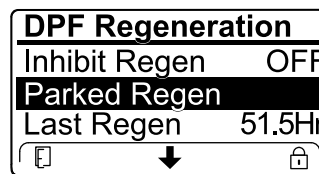

Figura 47
- Si la computadora del motor solicita una regeneración de recuperación, o si está procesando una regeneración de recuperación y usted se desplaza hasta la opción REGENERACIÓN ESTACIONARIA, la regeneración estacionaria se bloquea y el icono de bloqueo (Figura 47) aparece en la esquina inferior derecha del InfoCenter.